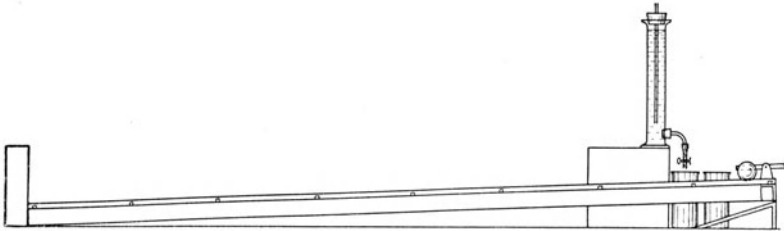

Fig. 75.
m) Gib der Fallrinne eine Neigung von  $\sim 5^\circ$  (Fig. 75). Halte mit dem Auslöser eine Kugel am oberen Ende der Rinne fest, lagere vor das untere Ende den Auffangeklotz und miß den Abstand  $s$  des Auslöserblechs von der Stirnfläche des Auffängers, die der Kugel zugewandt ist. Stelle die Mariottesche Flasche auf und davor ein abgeglichenes kleines Becherglas. Laß aus der Flasche das Wasser ausfließen und gib gleichzeitig die Kugel frei. Unterbrich den Wasserausfluß in dem Augenblick, wo die Kugel gegen den Auffange-